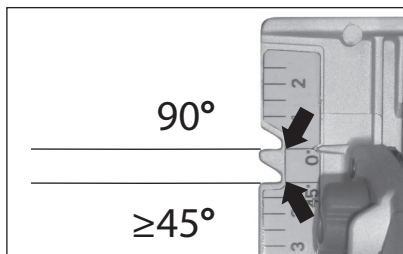

Abb. 8
- Halten Sie die Säge fest und führen Sie sie langsam zu der gezeichneten Linie mit der Kerbe 0° zum winkligen Schnitt (Abb.1, Position 22) und Kerbe 45° (Abb.1, Position 23) für einen Schrägschnitt (siehe Abb.8).